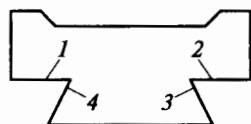

Рис. 4.5. Охватываемая направляющая типа «ласточкин хвост»:
23. Опишите последовательность обработки охватываемой направляющей типа «ласточкин хвост» (рис. 4.5). Укажите применяемые при этом приспособления и инструменты: